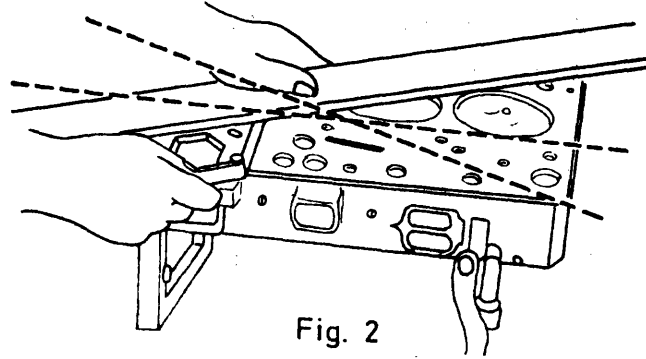

Fig. 2
- a Verifique la planitud de la culata, en tres direcciones, con una reglilla y un calibrador de láminas (fig.2).